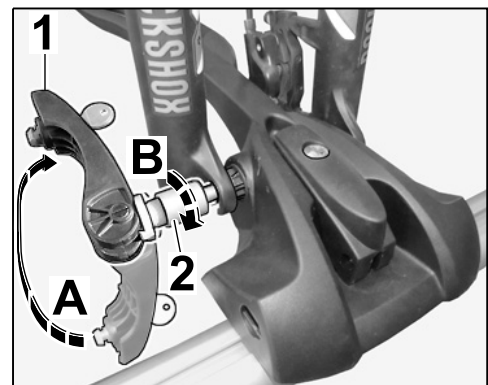

Fig. 32
7.3.2 Tourner le levier de serrage avec serrure en position horizontale (⇒ Fig. 32-A-).
Tourner la douille de serrage de quelques tours contre la fourche de roue avant (⇒ Fig. 32-B-).